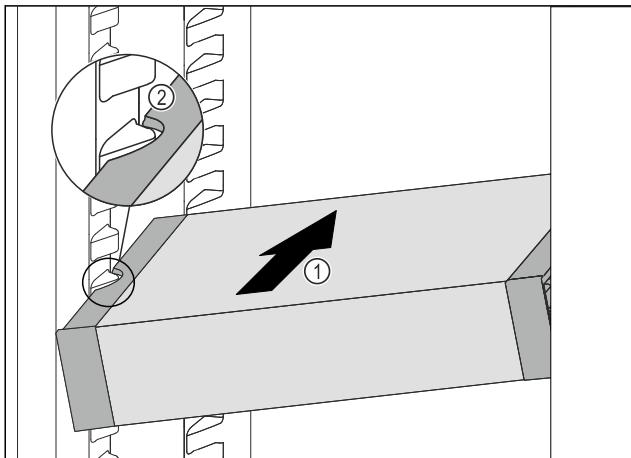

Fig. 142
- ▶ Вдвигайте VarioSafe под наклоном в холодильное отделение Fig. 142 (1), пока боковые выемки Fig. 142 (2) VarioSafe не окажутся на высоте выступа резервуара в холодильном отделении.